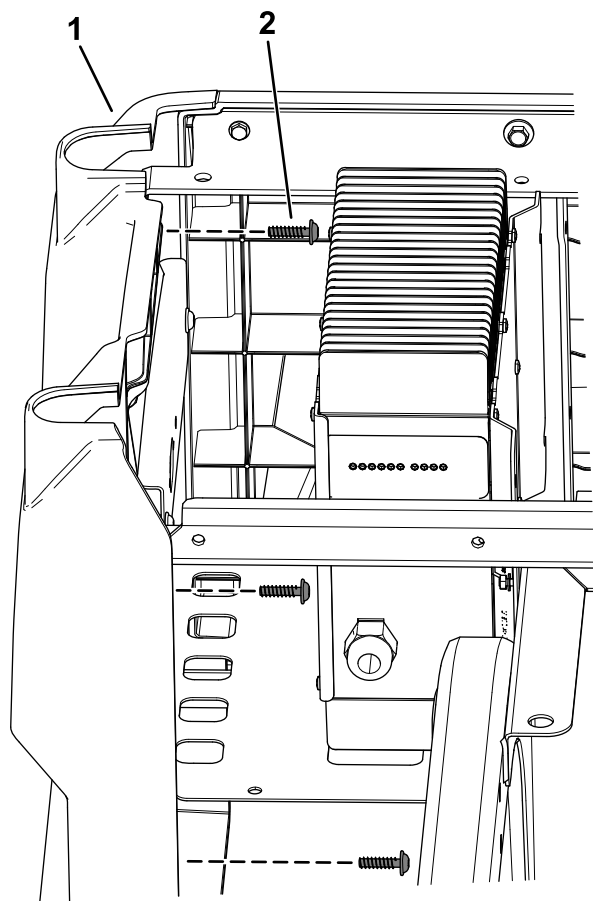

Figura 7
4. Retire los 4 tornillos torx (M6,0 x 22 mm) del panel lateral izquierdo, y retire el panel (Figura 7).